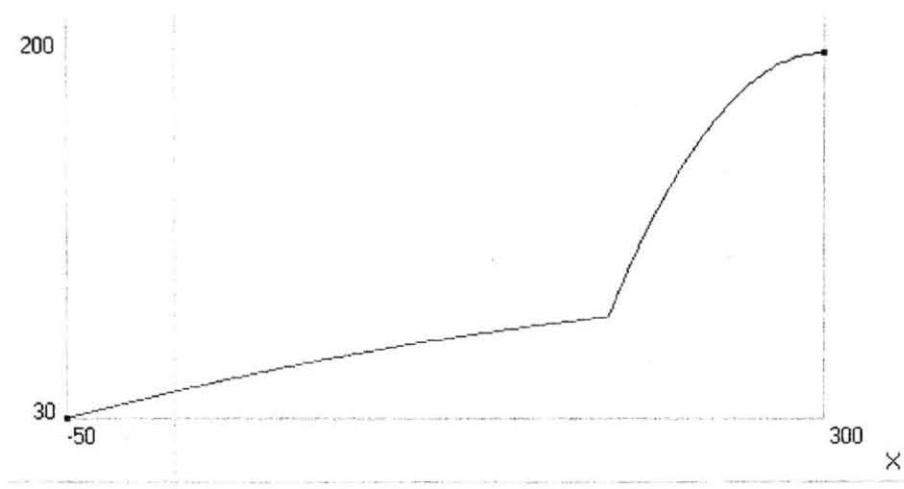

Fig. 91
8. Grafica las trayectorias. Escoge el último icono de la tira de rutinas básicas. Haz clic en el rótulo del punto 0 del primer móvil y luego en el rótulo del punto 1 del segundo móvil. Se obtiene el gráfico mostrado en la Fig. 91.